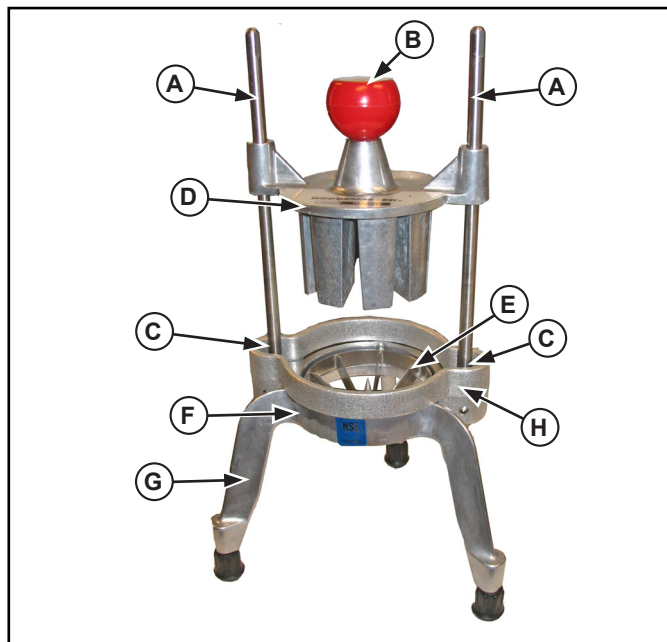

Figure 1. Caractéristiques et commandes
3. Avant chaque utilisation, vérifiez l'alignement correct des lames. Placez lentement la tête de poussée (D) sur le jeu de lames (E). Voir la figure 1. Ils doivent glisser l'un sur l'autre sans à-coup. En cas d'obstructions, assurez-vous qu'ils concordent. Enlevez l'obstruction.
6. Soulevez la poignée (B) et placez le produit alimentaire sur le jeu de lames (H) (sur le pic central pour les lames à quartiers).
7. Enlevez la main de la zone du jeu de lames (H) et placez cette main sur un des pieds (F).
1. Glissez la tête de poussée (D) en dehors des tiges-guides (A). Figure 1.
2. Retirez la barrière de sécurité (H) (certains modèles).
3. Enlevez les vis qui fixent le jeu de lames (E).
4. Il est préférable de nettoyer le jeu de lames (E) au jet d'eau sous pression à travers les lames du côté non tranchant. Si nécessaire, utilisez une brosse de nettoyage à soies nylon pour pousser les particules d'aliment par le côté non tranchant du jeu de lames (E).
8. Installez le jeu de lames (E) de sorte que les onglets du jeu de lames glissent dans les rainures du socle (F).
9. Fixez le jeu de lames (E) au socle (F) à l'aide des vis enlevées précédemment.
2. Glissez la tête de poussée (D) en dehors des tiges-guides (A). Figure 1.
3. Relevez les caoutchoucs (C) de 5 cm (2 po) environ.
4. Enlevez les vis qui fixent le jeu de lames (E) et jetez le jeu de lames usagé en gardant les vis.
5. Installez le jeu de lames (E) neuf en glissant les onglets du jeu de lames dans les rainures du socle (F).
7. Glissez les caoutchoucs (C) en bas des tiges-guides (A) jusqu'à ce qu'ils touchent le socle (F). Lubrifiez la barre-guide avec de l'huile minérale ou du Petro Gel après chaque utilisation. N'utilisez pas d'huile de cuisson, car elle finira par coller et risque d'abîmer l'équipement à tout jamais.